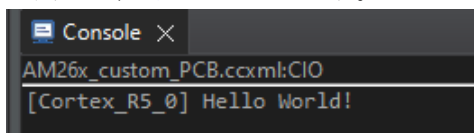

図 6-7. Hello World コンソール出力
5. コンソール出力を確認します。正しい出力は、に図 6-7 示されます。